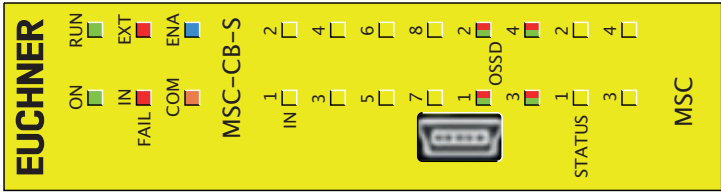

Fig. 17:
8.3.2. Módulo básico MSC-CB-S (Fig. 17)